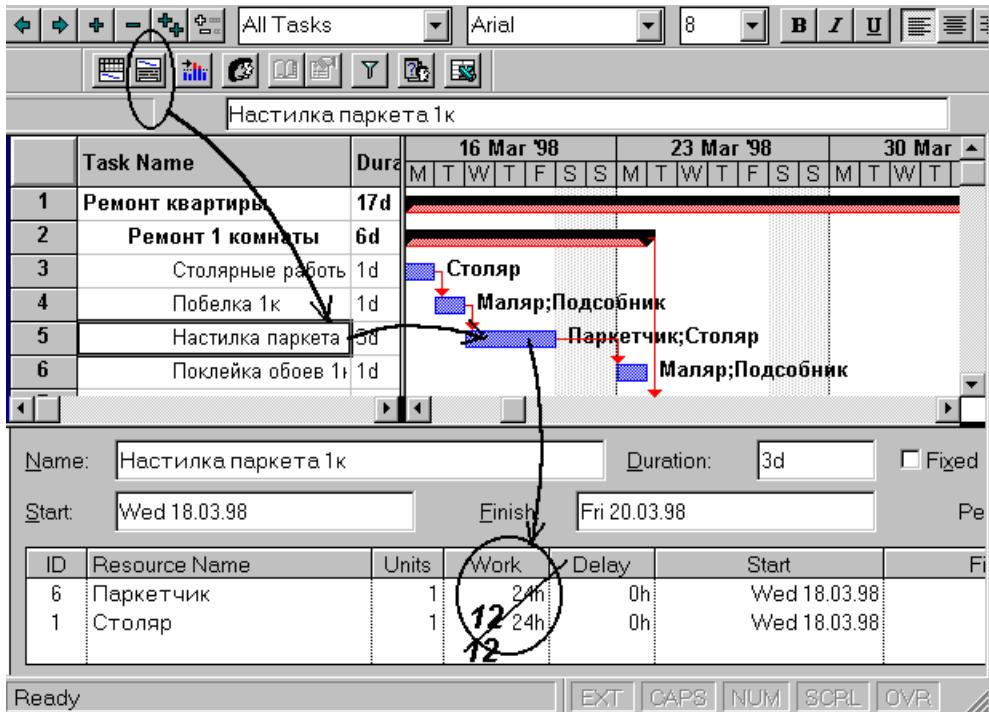

Рис.7.3.
2.5.5. Изменить продолжительность работы над задачей для каждого ресурса, пользуясь кнопкой Task Entry View панели Resource Management и заполнить соответствующие поля как показано на Рис.7.3.